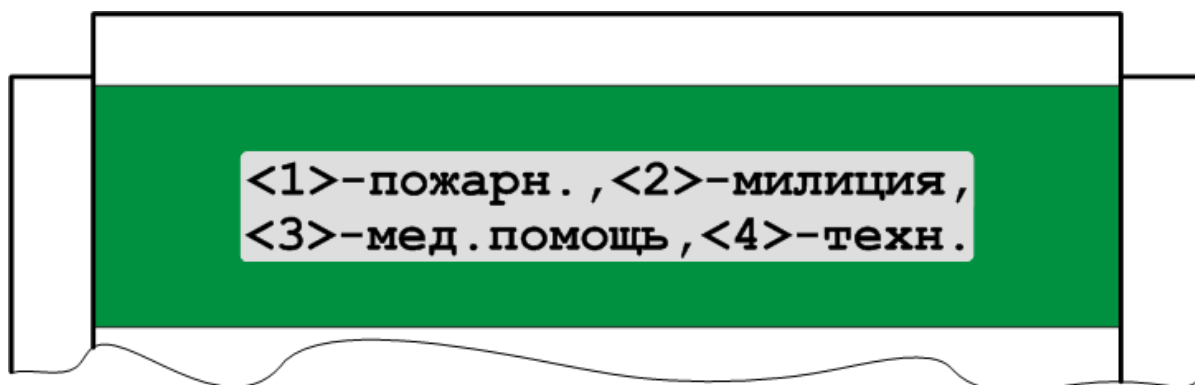

Рисунок 4 – Меню вызова
- 3) Нажать клавишу “Вызов” - активизируется меню вызова (рисунок 4).